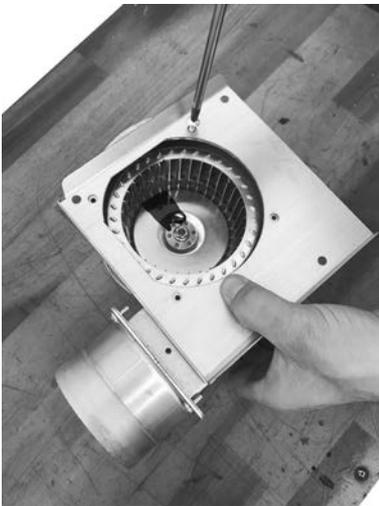

Fig. 43 - Fixer le couvercle
- Fixer le couvercle du carter du ventilateur comme indiqué dans **Fig. 43**.